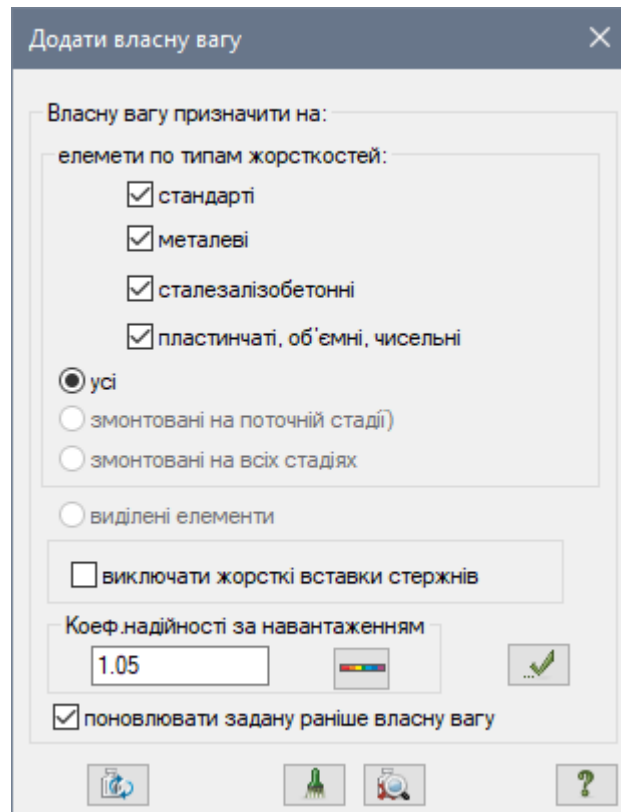

Рис. 12.20. Діалогове вікно **Додати власну вагу**
- Натиснувши на кнопку  – **Додати власну вагу** (панель **Навантаження** на вкладці **Створення та редагування**) відкрийте діалогове вікно **Додати власну вагу** (рис. 12.20).